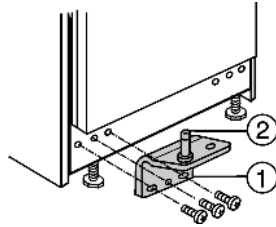

Fig. 9
- Scharnierbout *Fig. 9 (2)* in de lagerbus *Fig. 9 (1)* met onderlegschijsje onder in de deurlager plaatsen.
- Lagerbus *Fig. 9 (1)* goed (met 4 Nm) vastschroeven.